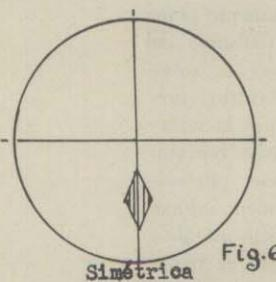

Fig.6
b) es simétrica cuando uno de los hilos del retículo biseca el cristal (fig. 6).